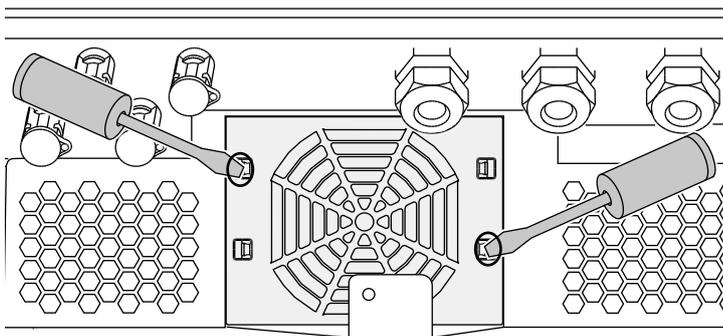

Fig. 69 : Déclipsage des pattes de fixation
3. À l'aide d'un deuxième tournevis, appuyer sur les pattes de fixation au centre du ventilateur. Retirer doucement le ventilateur. ➤ **Fig. 69**